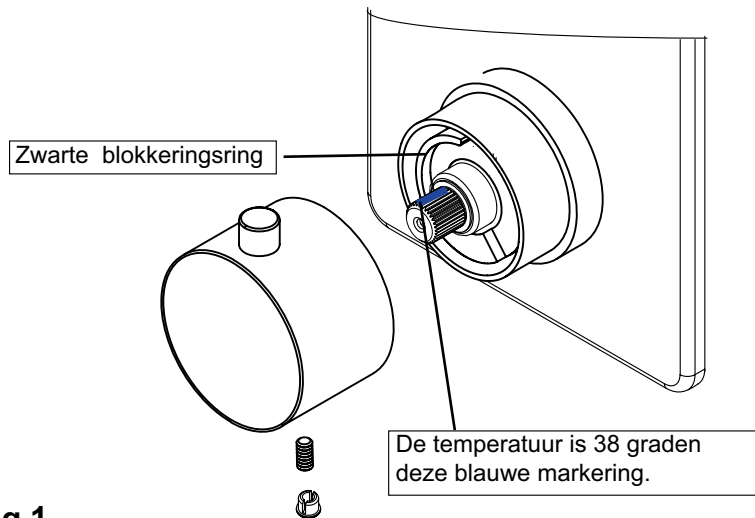

Fig 1
6. Plaats de temperatuurknop(4) op de onderste (bij 3-weg op de middelste) spindel, Controleer of de blokkering op 38 graden goed functioneert (knopje indrukken maakt het mogelijk de knop door te draaien naar hogere temp. Zie Fig 1. Zet deze knop vast met schroefje (2) en plaats het afdekkapje(5) op de temperatuur hendel(4).
7. Bij de 3-wegs kraan ook de onderste aan-uitknop (9) plaatsen en vastzetten